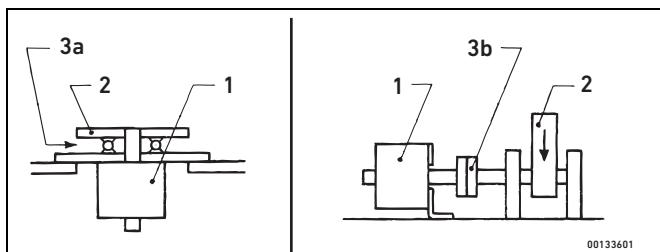

Fig. 3: Avlastning av höga belastningar
- ▶ Kontrollera att maximala värden för drivtryck samt radiell- och axiell belastning som anges i de tekniska specifikationerna ej överskrids. Vid större belastningar måste avlastning ske, se Fig. 3, axiell last (vänster) och radiell last (höger).